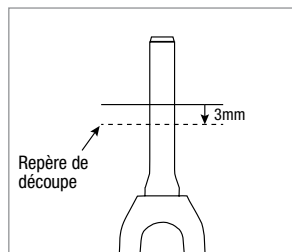

Figure 7
10. Localisez le repère effectué à l'étape 8. Mesurez 3 mm vers le bas et faites un nouveau repère de découpe (Fig. 7). Effacez le premier repère.